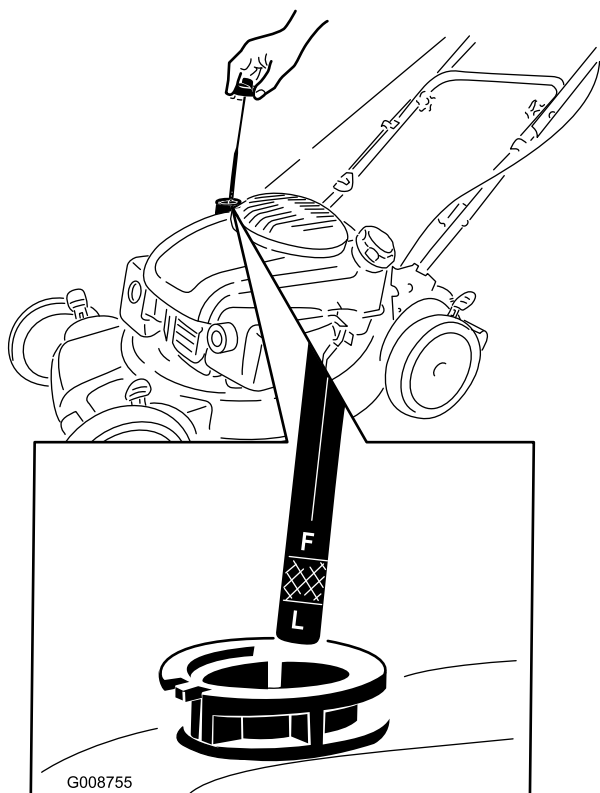

Figure 34
2. Retirez la jauge (Figure 34).
4. Versez de l'huile **lentement** dans le goulot de remplissage pour faire monter le niveau de liquide jusqu'au repère du plein (Full) sur la jauge (Figure 34). Attendez 3 minutes après avoir fait l'appoint d'huile avant de contrôler le niveau d'huile avec la jauge. **Ne remplissez pas excessivement.** (Remplissage max. : 0,65 l (22 oz), type : huile détergente SAE 30 de classe de service API SJ, SL ou supérieure.)
sans la visser), puis ressortez-la et vérifiez le niveau (Figure 34).